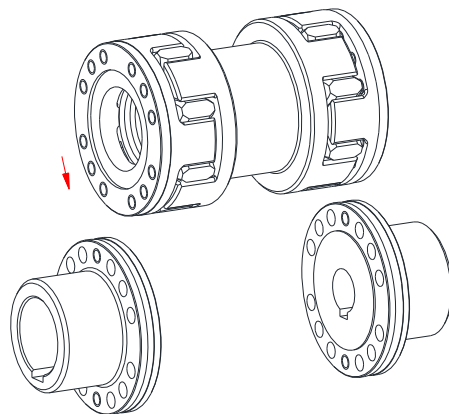

Figura 10: Montaje de los componentes sobre el eje
- Posicionelo entre las bridas de los acoplamientos (ver figura 10).